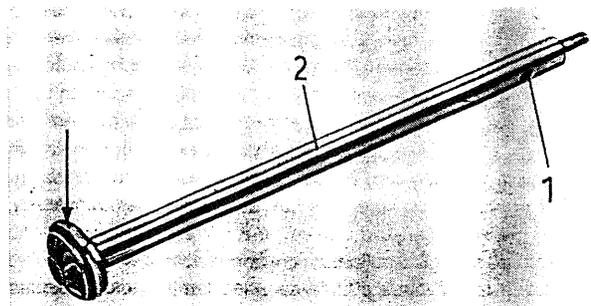

Fig. 30. Contrôle du tube-support
- Contrôler le tube-support (2 à la fig. 30) pour détecter des détériorations. Le segment de piston en miramid (flèche) doit être exempt de cannelures sur la surface de joint sinon la pression d'amortissement est trop basse. L'alésage d'amortissement (1) du tube-support doit être sans ébarbures et son diamètre ne doit pas être changé.
- Le tube-support (2 à la fig. 30) est fait glisser par le bas (côté de soupape) dans le tube de guidage contrôlé (A). Le segment de piston en miramid est auparavant installé avec de l'huile pour amortisseurs. Monter la rondelle de butée (2) et la bague de retenue (1) d'après la fig. 28. Prendre soin que la bague de retenue soit parfaitement ajustée. Placer le ressort de compression (5) du diamètre de 27 mm contre la bague de retenue et mettre en place le disque de soupape (4), le côté rectifié étant dirigé vers l'étrangleur placé après. Ensuite, dresser l'étrangleur d'un seul côté, contre la direction du rayon et de la découpe fraisée, sur une plaque à retoucher à l'aide d'une toile fine à l'éméri et le monter de sorte que le côté dressé soit dirigé vers le disque de soupape (fig. 27). Mettre en place la bague ronde (1). Pour des raisons de sécurité, il est recommandé d'employer des bagues neuves et de faire attention à l'ajustement parfait dans la rainure (fig. 27).